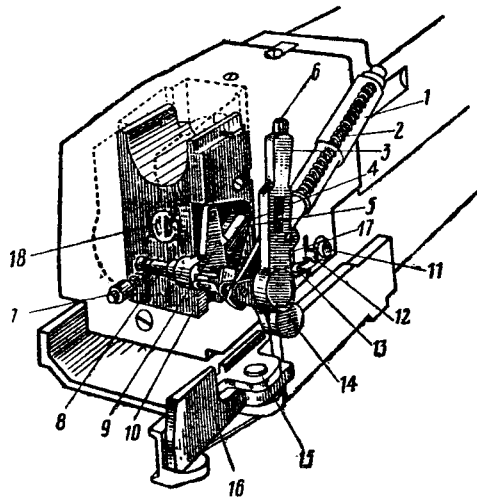

Рис. 12. Затвор и полуавтоматика:
Разборка (рис. 12 и 13)
1. Открыть затвор вручную (см. рис. 12); для этого: